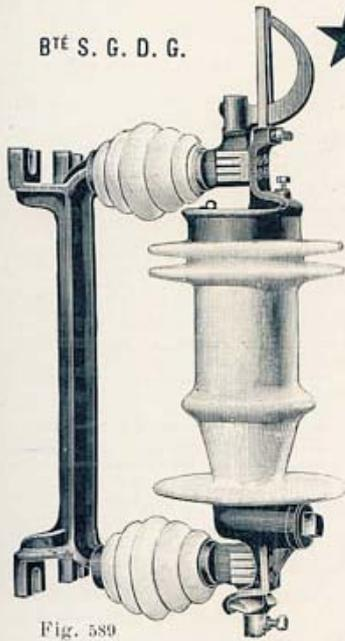

Fig. 589
**COUPE-CIRCUITS 12 (fig. 589) — RÉSERVOIR D'HUILE**